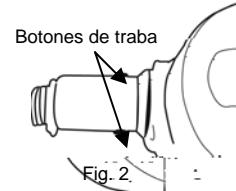

Fig. 2
- Para quitar la manguera flexible, presione los 2 botones de traba y jale la manguera hacia fuera. (Fig. 2)